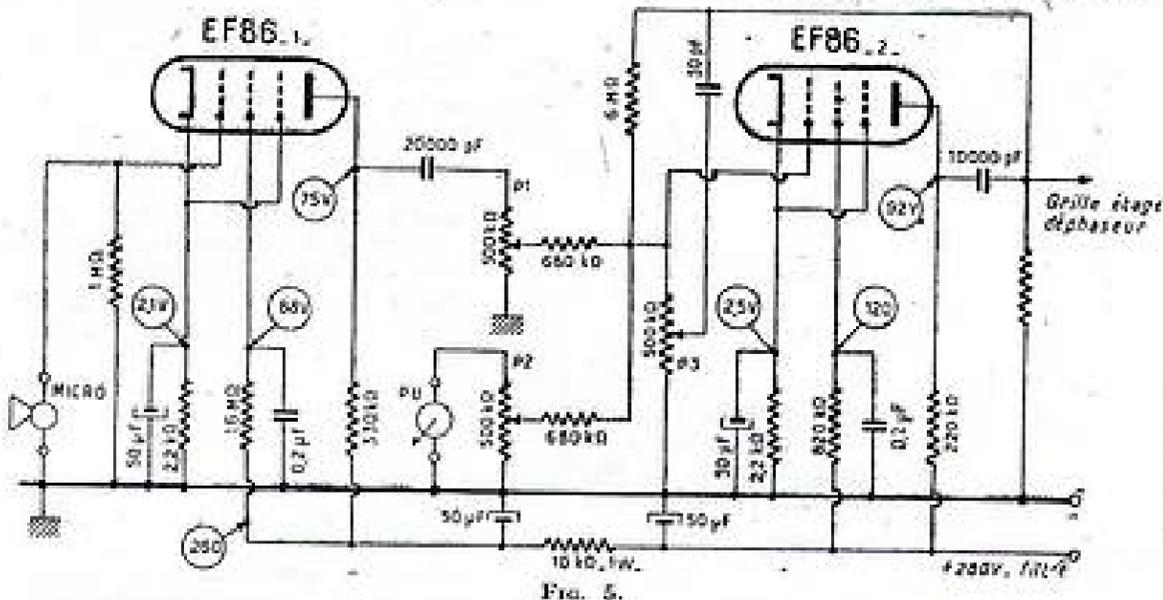

FIG. 5.
La figure 5 donne le schéma de construction. Le microphone à cristal est relié par une entrée coaxiale et à l'aide d'un fil blindé à la grille du tube EF 86 (1) monté sur support antivibratoire. L'entrée de pick-up est reliée au potentiomètre  $P_1$  qui commande la grille du tube EF 86 (2). Les potentiomètres  $P_1$  et  $P_2$  permettent de doser et de mélanger les modulations fournies par le disque et le microphone. On commande la tonalité à l'aide du potentiomètre  $P_3$ .